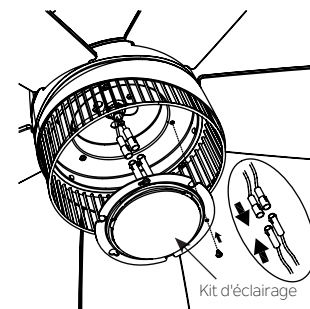

Fig. 22
Étape 2: Maintenir le kit d'éclairage à proximité de la plaque d'éclairage et connecter avec les fils BLANCS à partir du kit d'éclairage et du ventilateur en poussant les connecteurs ensemble. Suivre la même procédure pour les fils NOIRS (Fig 22).
Étape 3: Rassemblez soigneusement les connexions dans le kit d'éclairage. Placez les deux fentes du kit d'éclairage sur les deux (2) vis préalablement desserrées de la plaque d'éclairage. Faites pivoter le kit d'éclairage jusqu'à ce qu'il se verrouille en place à l'extrémité étroite des trous de serrure. Fixez-le en serrant les deux (2) vis précédemment desserrées et celle précédemment retirée. (Fig. 22)